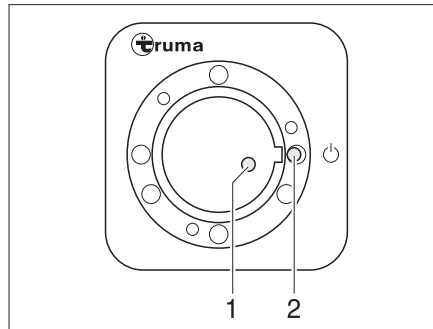
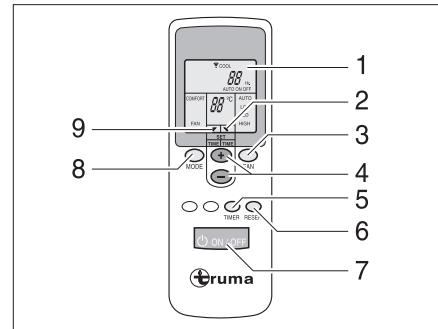

Bild 220 Empfänger
Bild 221 Fernbedienung
Die Fernbedienung (Bild 221) und der Empfänger (Bild 220) für die Klimaanlage befinden sich im Küchenbereich.
- Am Schalter (Bild 221,7) die Fernbedienung einschalten. Die grüne Kontrollleuchte (Bild 220,1) zeigt den Kühlbetrieb an.
- Die gewünschte Betriebsart mit der Taste (Bild 221,8) einstellen.
- Bei Bedarf mit den Tasten (Bild 221,3 und 4) die gewünschte Gebläseleistung und Raumtemperatur einstellen. Der Pfeil (Bild 221,9) zeigt den gewählten Einstellmodus an.
- ▷ Am Empfänger befindet sich ein zusätzlicher Tastschalter (Bild 220,2), mit dem die Klimaanlage auch ohne Fernbedienung aus- oder eingeschaltet werden kann. Wenn die Klimaanlage über diesen Tastschalter eingeschaltet wird, dann wird automatisch die zuletzt auf der Fernbedienung eingestellte Betriebsart gewählt.
- Zum Ausschalten die Taste (Bild 221,7) auf der Fernbedienung erneut drücken.
- Zum Programmieren die Klimaanlage mit der Taste (Bild 221,7) auf der Fernbedienung einschalten.
- Mit den Tasten (Bild 221,8, 3 und 4) die gewünschte Betriebsart und Raumtemperatur einstellen.
- Mit der Taste (Bild 221,5) die gewünschte Funktion (Bild 221,1) auswählen:
- Mit den Tasten (Bild 221,4) die gewünschte Schaltzeit wählen (1 bis 15 Stunden). Der Pfeil (Bild 221,2) blinkt und zeigt den Einstellmodus an.
- ▷ Mit der Taste (Bild 221,6) werden die Einstellungen der Fernbedienung wiederholt an den Empfänger gesendet.